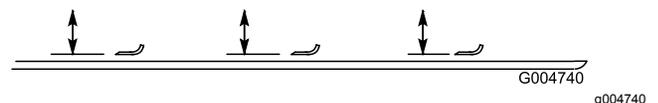

Figura 111
2. Ruotate la lama fino a quando le estremità non sono rivolte in avanti e indietro e misurate la distanza tra l'interno del piatto di taglio e il tagliente sulla parte anteriore della lama (Figura 111).